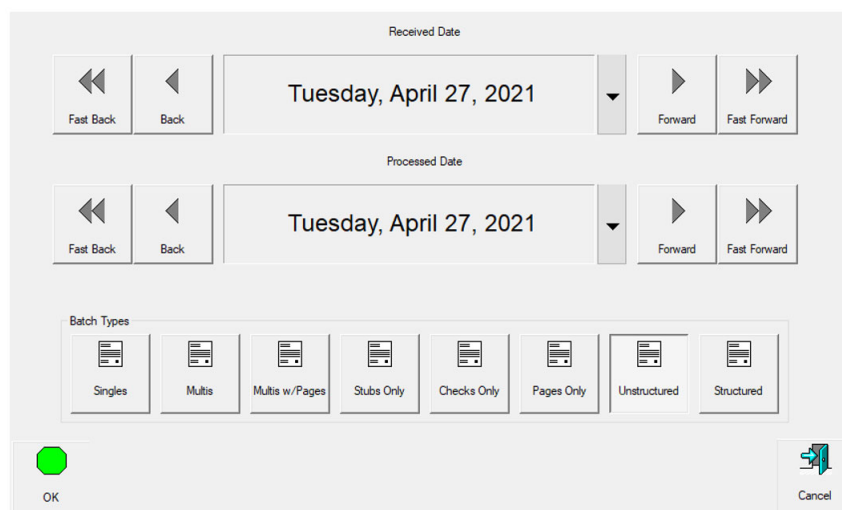

Abbildung 3-7: Aufforderung zur Eingabe von Daten und Chargentypen
- Aufforderung zum Ändern von Auftragstyp, Verarbeitungs- und Empfangsdatum: Erfordert vom Bediener die Auswahl des Auftragstyps und/oder der Verarbeitungsdaten. Klicken Sie nach der Auswahl auf die Schaltfläche OK, um fortzufahren (Abbildung 3-7).